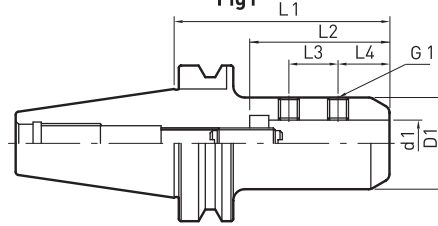

Fig2
- Fig 2의 경우 특수 Pull Stud Bolt가 사용됩니다.
- Fig 2 to used special P/S bolt